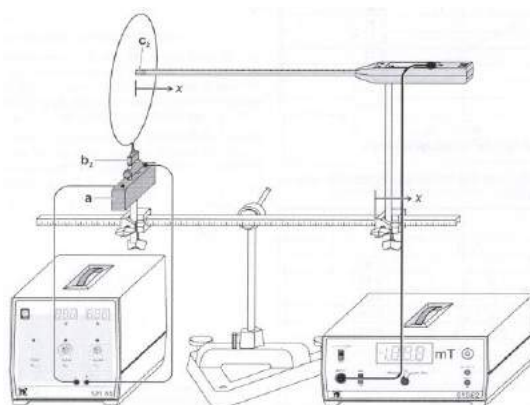

Figura 1b
- Ley de Biot-Savart para anillos circulares conductores (Figura 1b).
12. Realice el montaje de acuerdo a la figura 1b. Inicie colocando el anillo de 40 mm de diámetro.
13. Ubique en el centro del anillo la sonda axial como se muestra en la figura 1b.